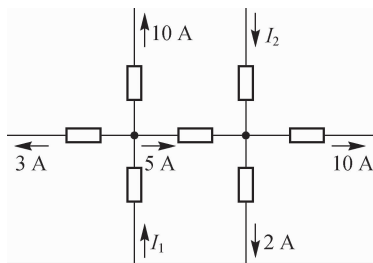

图 2-41 计算题 1 的电路图
1. 电路图如图 2-41 所示, 求 I_1 、 I_2 的大小。